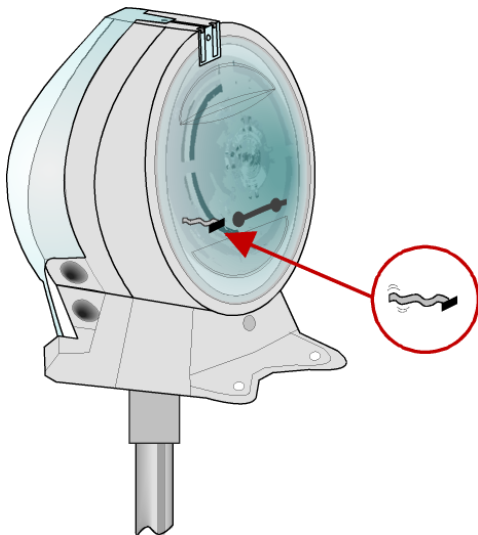

Abb. 25: Strömungsanzeiger (Folienstreifen)
- Strömungsanzeiger (beiliegender Folienstreifen) im Gehäusedeckel (siehe Abb. 25) befestigen.